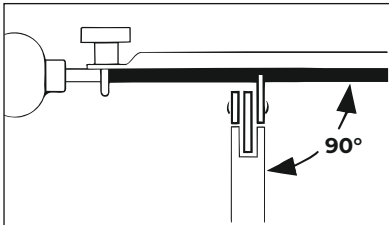
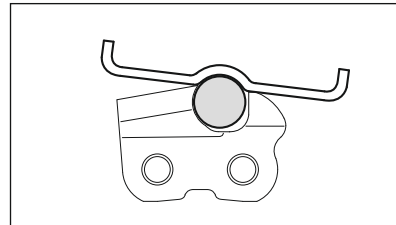

Рис. 76
Рис. 77
- Напильник направлять: горизонтально (рис. 76) (под прямым углом к боковой поверхности направляющей шины), соответственно заданным углам – согласно маркировкам на державке напильника – державку напильника наложить на спинку зубца и на ограничитель глубины (рис. 77)